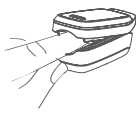

Abbildung 6
- Führen Sie den Finger wie in Abb. 6 dargestellt, vollständig ein.